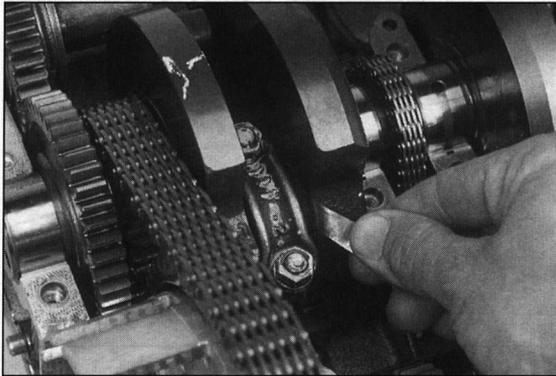

Bild 245
- 📏 Pleueifuss-Seitenspiel prüfen. Mit Fühlerlehre zwischen Kurbelwange und Pleuel-Lager Spiel erfühlen (Bild 245). Sollwert: 0,13 mm – 0,38 mm; Verschleissgrenze: 0,50 mm.